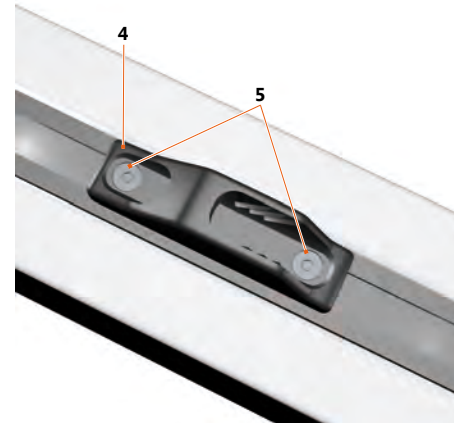

Fig. 23: Serrage
- Installez le système de poulie (13) au-dessus des deux vis à l'avant du support, afin d'obtenir un effet de levier aussi efficace que possible.
- Le cordon de pivotement court jusqu'au point de renvoi fourni, installé au niveau de la commande au pied, puis revient en arrière sur environ 40 cm jusqu'au serrage fourni, monté au préalable dans la rainure (voir **Fig. 23: Serrage**).